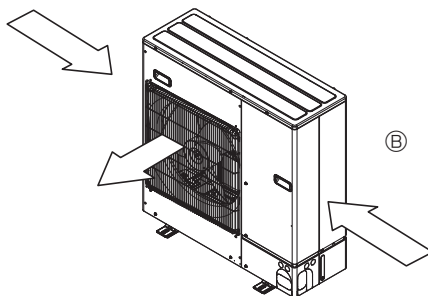

Fig. 2-6
- ③ Sijoita yksikkö siten, että ulos tuleva ilma virtaa kohtisuoraan vuodanjalle tyypillisen tuulensuunnan suhteen, mikäli vain mahdollista. (Fig. 2-6)